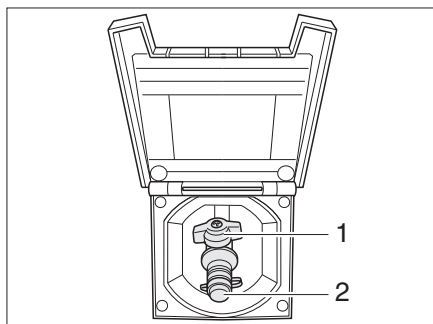

Fig. 244 Presa gas esterna, rubinetto di arresto del gas chiuso
La presa del gas esterna (Fig. 244) si trova sul lato destro del veicolo. In casi eccezionali la presa del gas esterna si trova sul lato sinistro o nella parte posteriore del veicolo.
- Collegare l'apparecchio a gas esterno all'attacco (Fig. 244,2).
- Aprire il rubinetto di arresto del gas (Fig. 244,1).